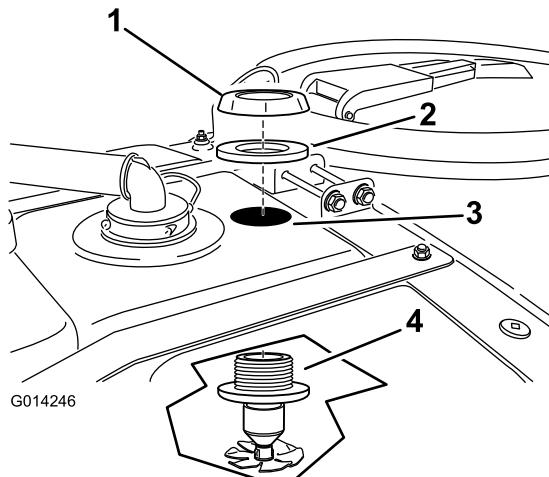

Рисунок 15
2. Установите сопло в сборе в просверленное отверстие (Рисунок 15).
3. Установите прокладку и пластиковую гайку с фланцем на открытую резьбу переходного штуцера на поверхности бака (Рисунок 15). Убедитесь в герметичности уплотнения между пластиковой гайкой и поверхностью бака.